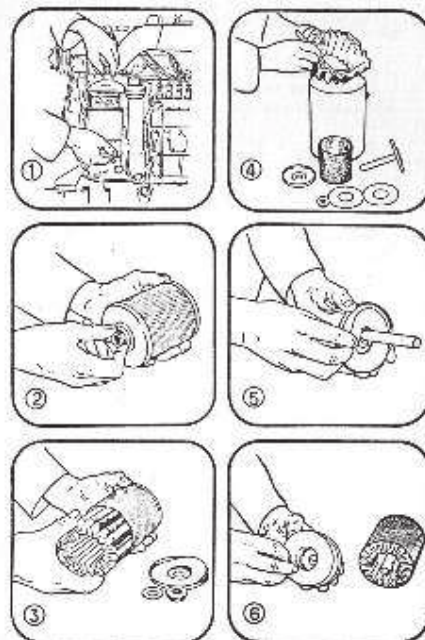

Fig. 42. — Filtrage à huile. — Entretien.
• Dévisser l'écrou à la partie supérieure du filtre en retenant le bol extérieur de filtre. (Attention au joint de liège). Retirer l'élément complet et dévisser l'écrou moisé du tube central de celui-ci. Enlever le couvercle et sortir l'élément filtrant en accordéon, qui pourra être dégrasé et allongé pour être nettoyé (fig. 42).